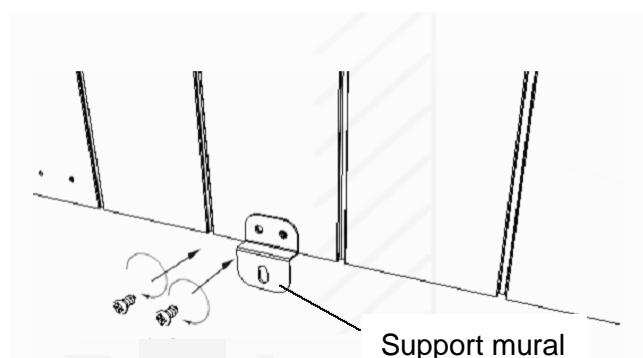

Figure 4
- Vissez le support mural sur l'unité grâce aux deux trous situés en bas à l'arrière de l'unité (voir figure 4). Il faut procéder à cette opération lorsque vous fixez le chauffage au mur, de sorte que la plaque munie d'un seul trou s'appuie contre le mur.